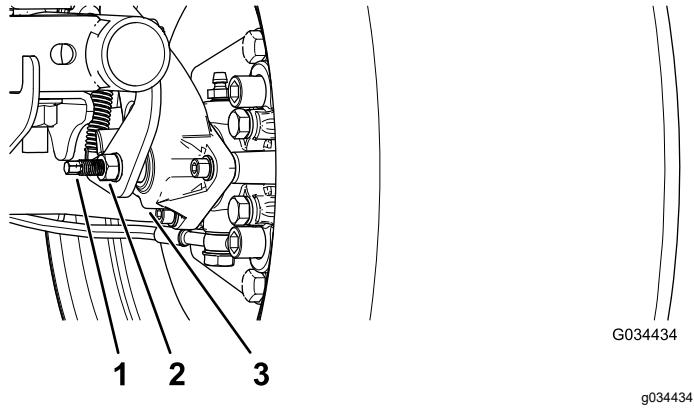

图 49
3. 使用 2 个扳手用 1 个扳手控制住制动盘上的调节杆用另一个扳手将锁紧螺母拧松 $\frac{1}{4}$ 圈 图 49。
4. 在将调节杆和锁紧螺母固定在位的同时旋入调节杆直至旋紧 图 49。
5. 在将调节杆和锁紧螺母固定在位的同时向回倒旋 $\frac{1}{4}$ 圈 图 49。
6. 在将调节杆和锁紧螺母固定在位的同时拧紧锁紧螺母 图 49。